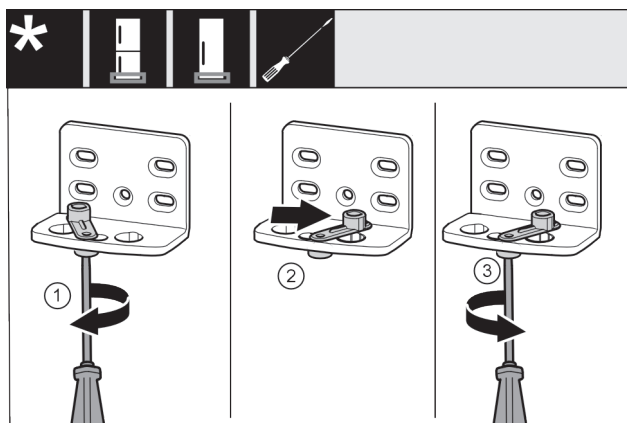

Fig. 18
- Šroubovákem volně přišroubujte šroub Fig. 18 (1).
- Zvedněte pomůcku zavírání dveří Fig. 18 (2) a v otvoru ji otočte o 90° doprava.
- Šroubovákem šroub Fig. 18 (3) pevně utáhněte.